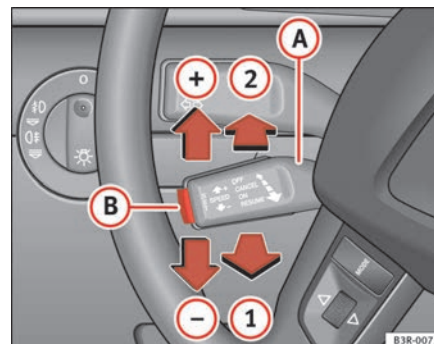

Fig. 143 Mandos del regulador de velocidad
- Tire de la palanca **A** hacia la posición $\Rightarrow$ página 179, fig. 143 **1** para activar el sistema.
- Desplace la palanca **A** hacia arriba, en dirección a $\Rightarrow$ página 179, fig. 143 **+**.
- Desplace la palanca **A** hacia abajo, en dirección a $\Rightarrow$ página 179, fig. 143 **-**.
- Cada vez que pulse brevemente la palanca **A** hacia arriba, en dirección a $\Rightarrow$ página 179, fig. 143 **+**, la velocidad programada aumentará en unos 2 km/h.
- Cada vez que pulse brevemente la palanca **A** hacia abajo, en dirección $\Rightarrow$ página 179, fig. 143 **-**, la velocidad programada disminuirá en unos 2 km/h.
Si al desconectar provisionalmente el dispositivo no había ninguna velocidad programada, se podrá programar, como sigue, una nueva velocidad: Conduzca a la velocidad deseada y pulse entonces brevemente la tecla ⇒ página 179, fig. 143 (B) (SET).
- Desplace la palanca (A) ⇒ página 179, fig. 143 a la posición (2) (encastrada).